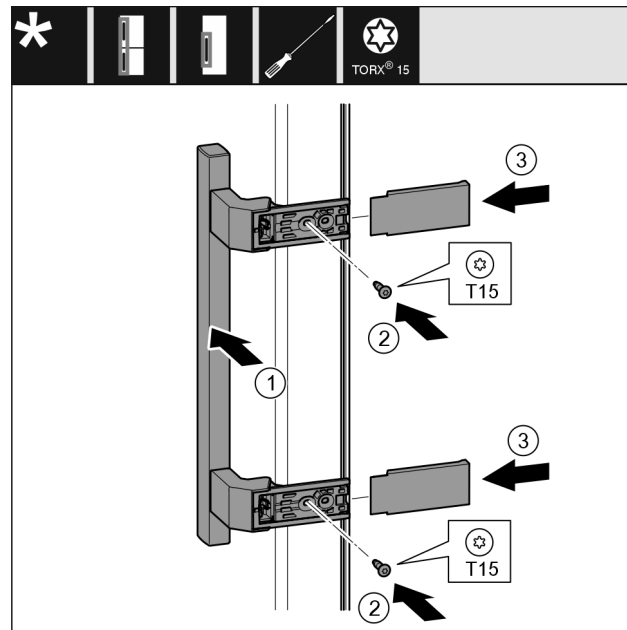

Fig. 28
- ▶ Griff Fig. 28 (1) auf der Gegenseite ansetzen.
- ▶ Schrauben Fig. 28 (2) mit Schraubendreher festschrauben.
- ▶ Abdeckungen Fig. 28 (3) seitlich ansetzen und aufschieben.